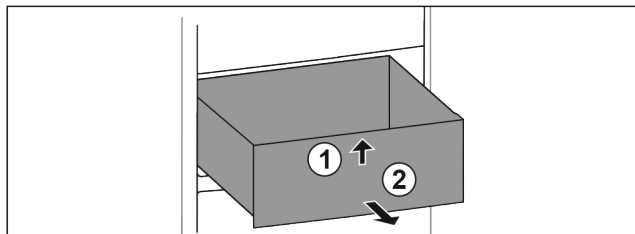

Fig. 16
- ▶ Повдигнете отпред Fig. 16 (1).
- ▶ Извадете напред Fig. 16 (2).